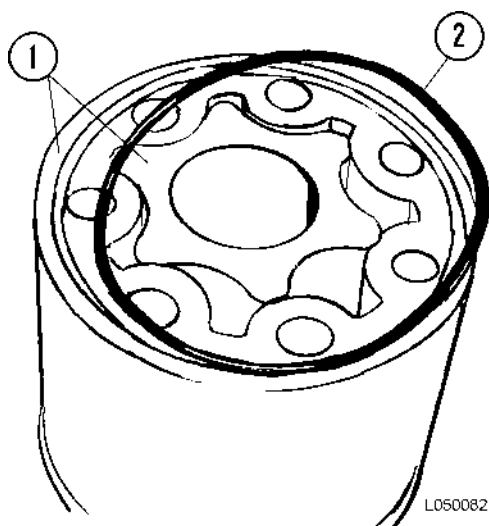

FIGURA 5-5. RETIRO DE LA CUBIERTA DEL EXTREMO
4. Retire la cubierta del extremo (4) y el O-Ring (2, Figura 5-5)..